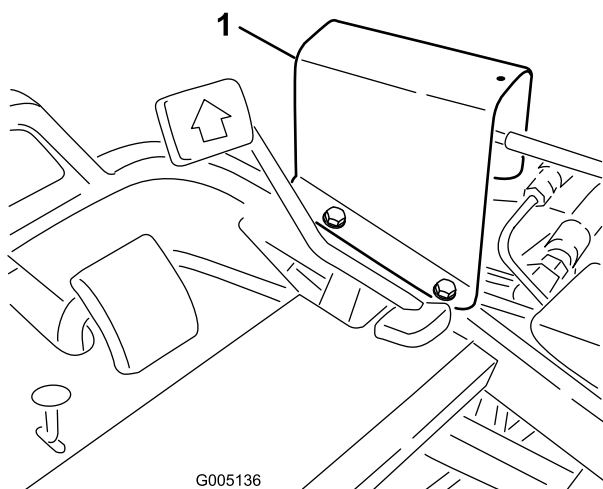

Figura 43
1. Coloque los actuadores 1, 2 y 3 en punto muerto (centro del recorrido) y retire el protector de la varilla de transmisión del panel de pie (Figura 43).